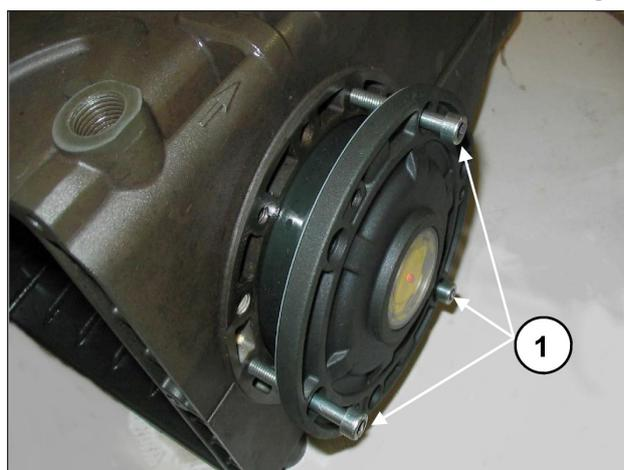

Fig. 8
Para facilitar la introducción del primer tramo y de las tapas sobre el cárter, se recomienda utilizar 3 tornillos M6 x 40 parcialmente roscados, (Fig. 8, pos. ①) para después completar la operación con los tornillos incluidos en la dotación (M6x16).
Para acercar las dos tapas laterales al cárter se pueden utilizar N°3 tornillos M6x40 para una primera fase de orientación como se indica anteriormente (Fig. 8), y los tornillos previstos para la fijación final.